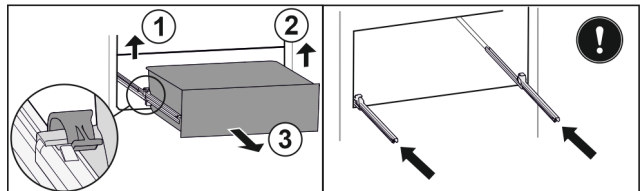

Fig. 137
- ▶ Linke Klemme anheben und gleichzeitig Schubfach links nach vorne ziehen. Fig. 137 (1)
- ▶ Rechte Klemme anheben und gleichzeitig Schubfach rechts nach vorne ziehen. Fig. 137 (2)
- ▶ Schubfach nach vorne entnehmen. Fig. 137 (3)